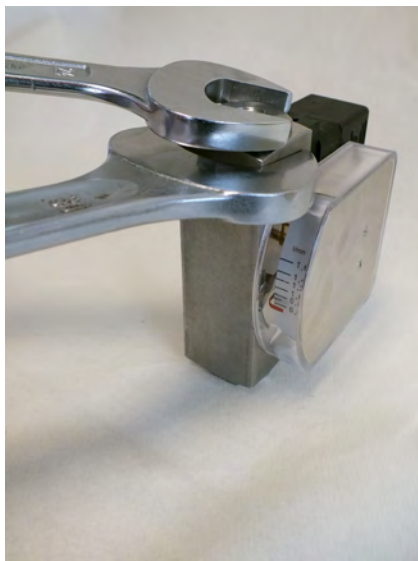

Abb. 60: Verschraubung (Ausgang) festziehen
- 11.** ➤ Verschraubung (Ausgang) mit passendem Maulschlüssel einschrauben und festziehen. Den Gerätekörper hierbei mit passendem Maulschlüssel gegenhalten (Abb. 60), dabei Anziehdrehmoment beachten ( Kapitel 11.1 „Anziehdrehmomente“ auf Seite 84)